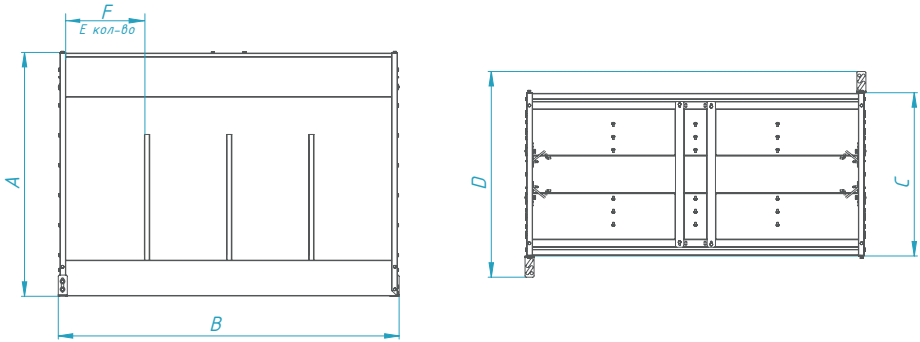

Рис. 2. Габаритные размеры изделия
4.2 Габаритно-присоединительные размеры изделия (Рис. 2, таблица 2).